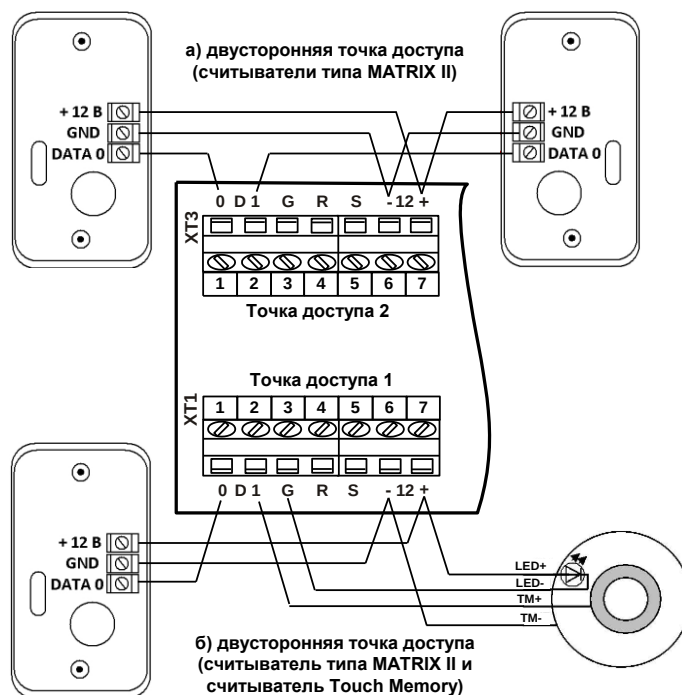
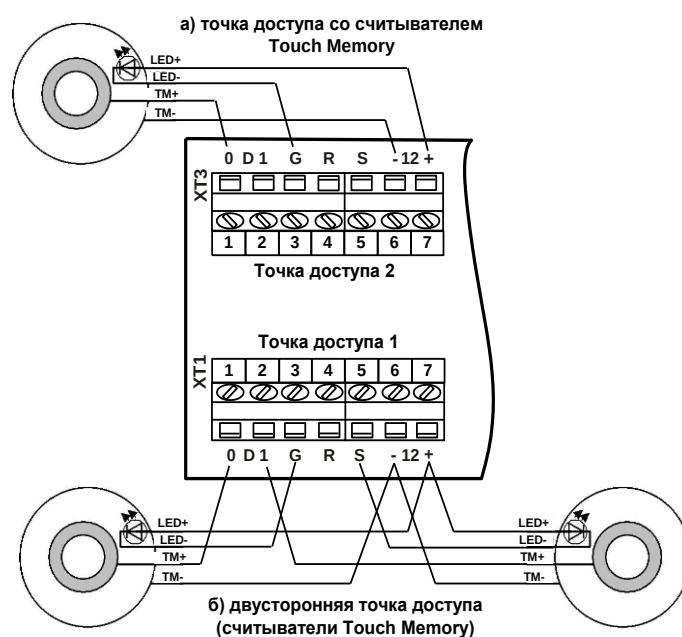

Рис. 9 Подключение считывателей при двусторонней ТД
Рис. 10 Примеры подключения считывателей Touch Memory
На Рис. 9 и Рис. 10 приведены примеры подключения считывателей MATRIX II и Touch Memory с интерфейсом iButton (Dallas Touch Memory).
При такой схеме подключения (Рис. 9, ТД №2 ), светодиод постоянно горит красным цветом (дежурный режим), при поднесении карты пользователя (в независимости есть карта в конфигурации или её нет), сигнал зуммера, светодиод загорается на 0.5 сек. зелёным цветом и гаснет на 1сек. (принимает и передаёт код карты), после этого включается реле (если есть разрешение в ТД), а светодиод вновь загорается красным цветом (возврат в деж. режим) - можно подносить карту. Если дверь закрыта, то следующее поднесение карты останавливает или запускает вновь отсчёт времени замка, при этом события (Проход разрешено) от последующих карт в журнал идут. Если дверь открыта первым проходящим, то последующее поднесение карты каждый раз переключает реле (события: Проход разрешено, проход совершён).
При создании в конфигурации нового пользователя или редактирование свойств ранее созданного пользователя, идентификатор пользователя необходимо ввести методом считывания кода проксимити-карты через подключенный к контроллеру КД2 считыватель Touch Memory, (Меню (OK) - Конфигурирование - Пользователи - пользователь - выбрать п.4 "Таблетка iButton" - F4(выбор УСК) - выбор контроллера КД2 - встроенные + - выбор точки доступа (пример: Рис. 9 ТД 1) - OK и поднести проксимити-карту к считывателю.